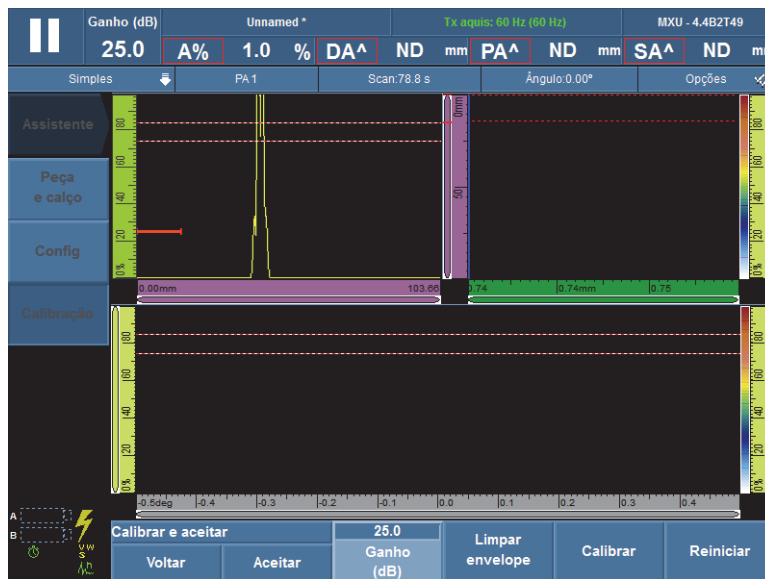

Figura 5-14 Crie um envelope para calibração de sensibilidade
- a) Mova, cuidadosamente, a sonda para frente e para trás no bloco de calibração e no refletor para construir um envelope de sinal liso com os intervalos de ângulos/VPA entre 0 e 100% (veja Figura 5-14 na página 149).